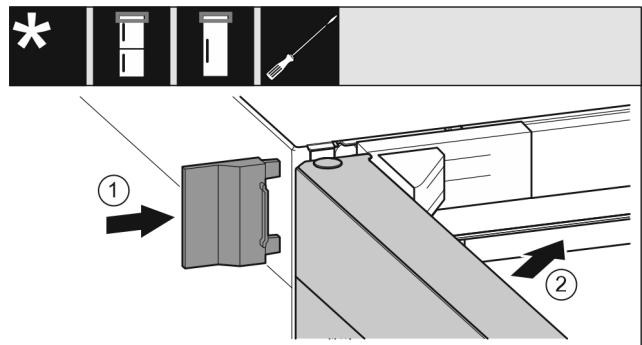

Fig. 35
- ▶ Împingeți apărătoarea exterioară. Fig. 35 (1)